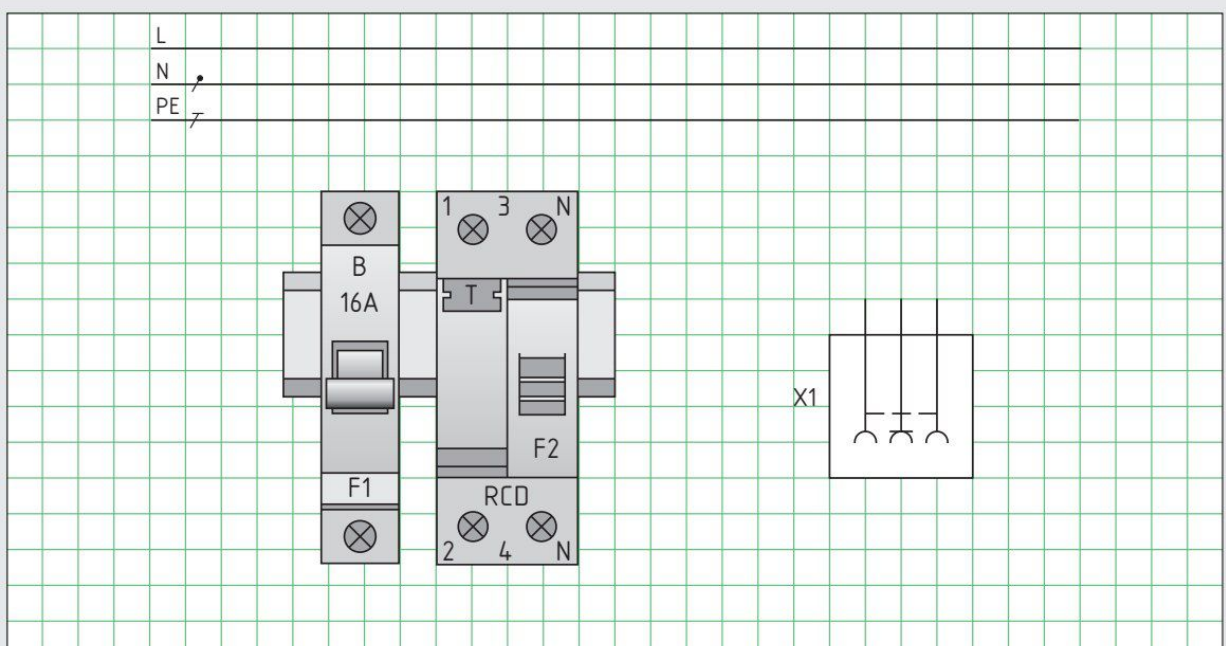

Bild 3: Stromlaufplan RCD und Außensteckdose
4. Die Außensteckdose eines Altbaus soll zusätzlich mit einer Fehlerstrom-Schutteinrichtung (RCD) versehen werden. Zeichnen Sie den korrekten Anschluss der RCD, des Leitungsschutzschalters und der Schutzkontaktsteckdose in **Bild 3** ein.